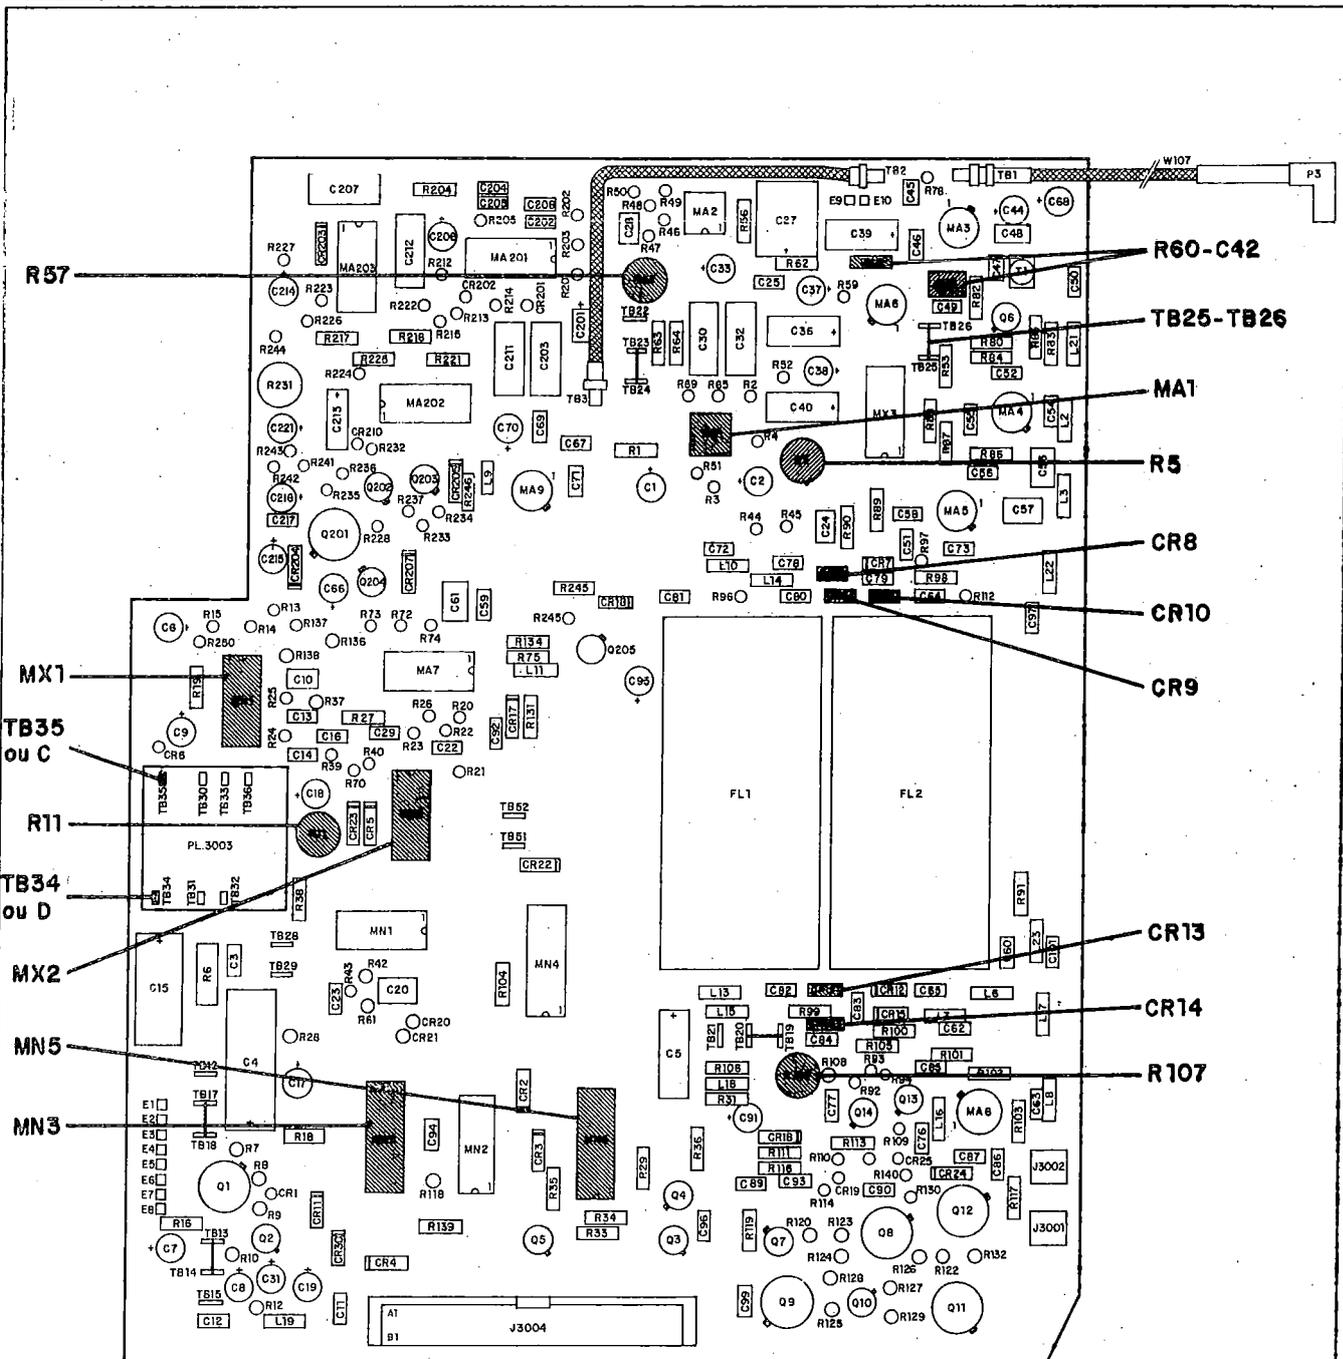

Figure 3 — Implantation des composants de la carte FI 2,5 MHz - BF
- 1.3 - Vérification des tensions continues (fig. 3)
- Mesurer le niveau au point C du module BF (fig. 3), à l'aide du millivoltmètre BF équipé d'une sonde à haute impédance.
- la tension  $V_1$ , de C.A.G., au point TB25-TB26 de la carte (fig. 3), au moyen d'un voltmètre continu,